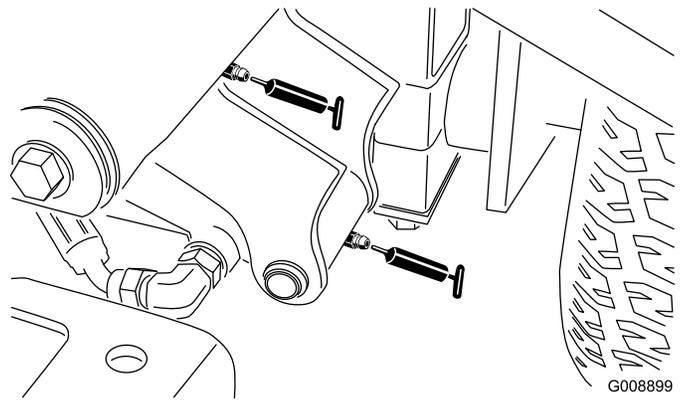

Figure 33
- Pivots de bras de relevage avant gauche et vérin de relevage (2) (Figure 33)